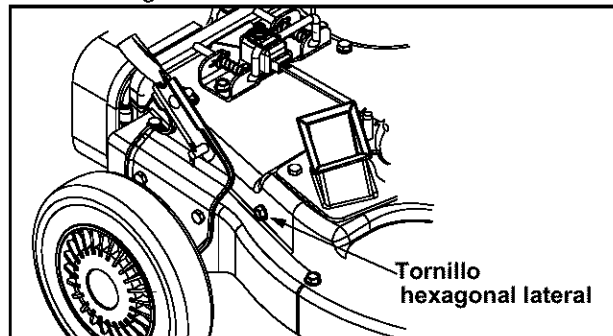

Figura 13
- **Ruedas** - Una vez en la temporada, colocar unas pocas gotas de aceite SAE 30 en cada tornillo de reborde. Ver la figura 13.
- En el lado derecho de la máquina, quitar el tornillo hexagonal que sujeta la rejilla de flagelos. Ver la figura 13.